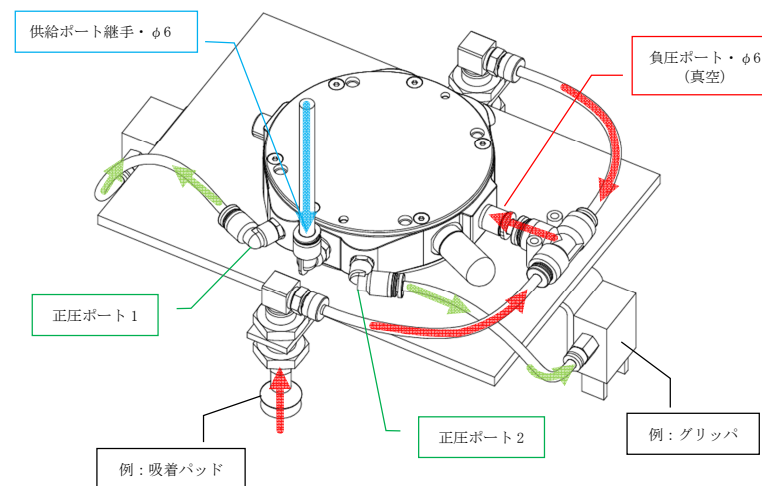

図 23：接続例
7.6 IMR-PV21 へのエアホース接続 (図 23 参照)